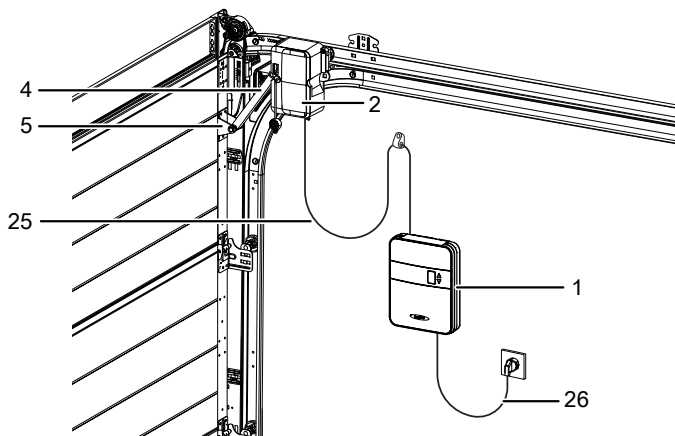

Fig. 1: vue d'ensemble du produit - monté
Si la porte de garage comporte un portillon, un contact de portillon (accessoire) doit être installé et connecté à l'unité d'entraînement (2) (fig. 12a). Dévissez les vis du capot de l'unité d'entraînement (2) et déposez celui-ci (fig. 12b). Au moyen d'une pince, cassez la languette située sur le côté du boîtier de l'unité d'entraînement (fig. 12c). Posez le câble de raccordement le long du levier (4) et fixez-le avec des serre-câbles. Veillez à ce que le câble conserve suffisamment de liberté de mouvement (fig. 12d). Raccordez le câble du contact de portillon au bornier (fig. 12e). Remettez le capot sur le boîtier et revissez-le (fig. 12f). Après avoir installé le contact de portillon, enlevez la résistance de 8k2 de la borne G du boîtier de commande. Voir aussi la fig. 1 au chapitre « Schémas de raccordement ».